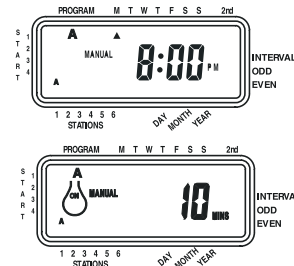

Ilustración 12: Riego manual ya sea en el programa A o en el B únicamente
- Para activar cada una de las estaciones asignadas períodos de riego para el programa A únicamente, oprima la tecla manual, seguida por la tecla siguiente. Esto activará las estaciones con períodos de riego asignados únicamente en el programa A. Para iniciar el riego semiautomático, oprima entrada [Vea la ilustración 12].